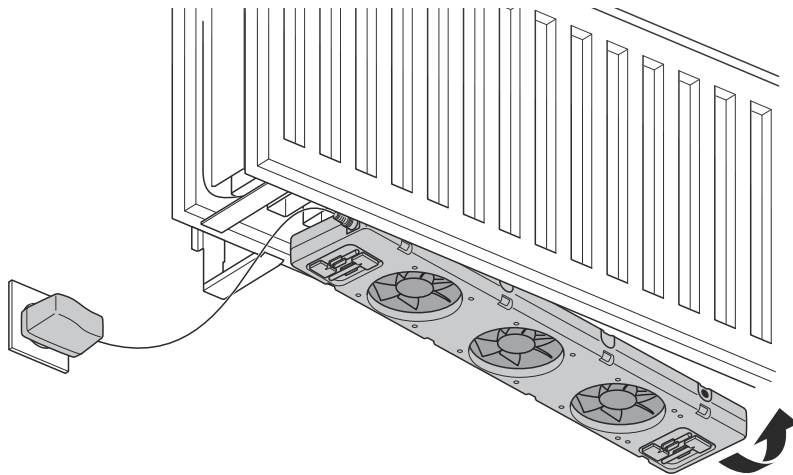

Fig. 2: Fijación del SpeedComfort (A).
- Identifique un espacio donde los soportes de pared del radiador y los clips de conexión no estén en medio. Fije el **SpeedComfort** (A) en la parte inferior entre las placas del radiador con los **imanes ajustables** (B), (véase fig. 2). El **SpeedComfort** (A) también se puede montar en la parte superior del radiador y bajo una cubierta. **AVISO:** ¡Asegúrese de que los **ventiladores** sigan mirando hacia arriba!